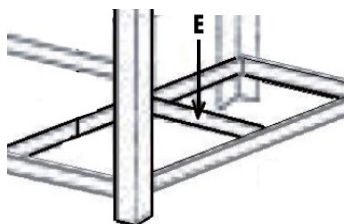

fig. 6
7. Repérez les supports de tablette centraux (E) et fixez-les le long du centre de chaque ensemble de supports de tablette longs (fig. 6).